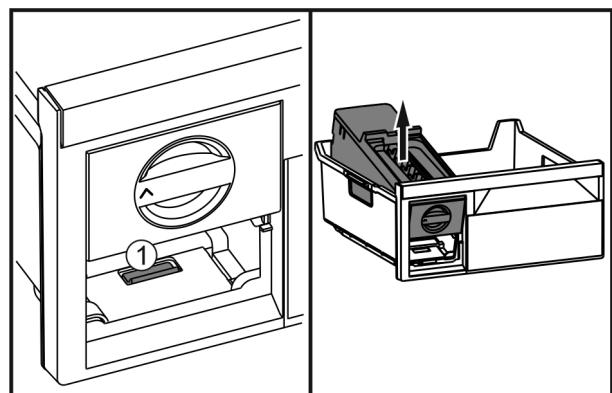

Fig. 36
- Appuyer sur la languette Fig. 36 (1), soulever l'EasyTwist-Ice depuis l'arrière et le faire sortir du tiroir de congélation.